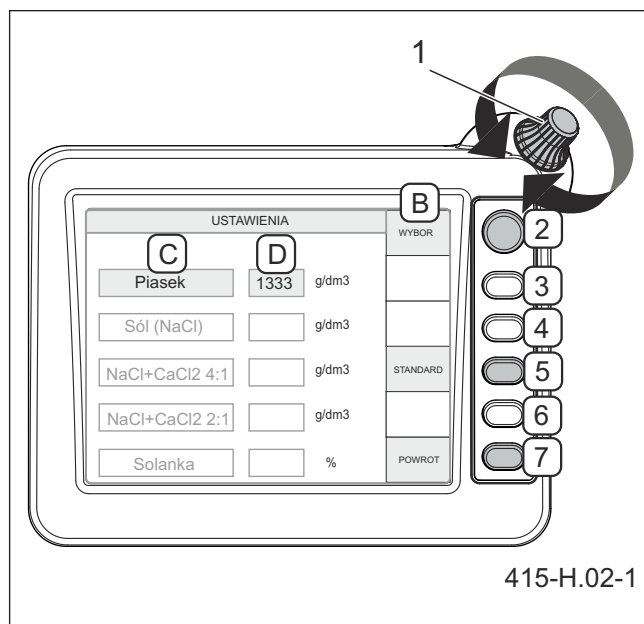

Рисунок 4.2 Примерный способ обслуживания пульта управления
В зависимости от выбранной страницы в меню на дисплее (РИСУНОК 4.2) рядом с функциональными кнопками (2),(3),(4),(5),(6),(7) высвечиваются актуально приписанные им функции (В). На каждой странице меню дисплея,